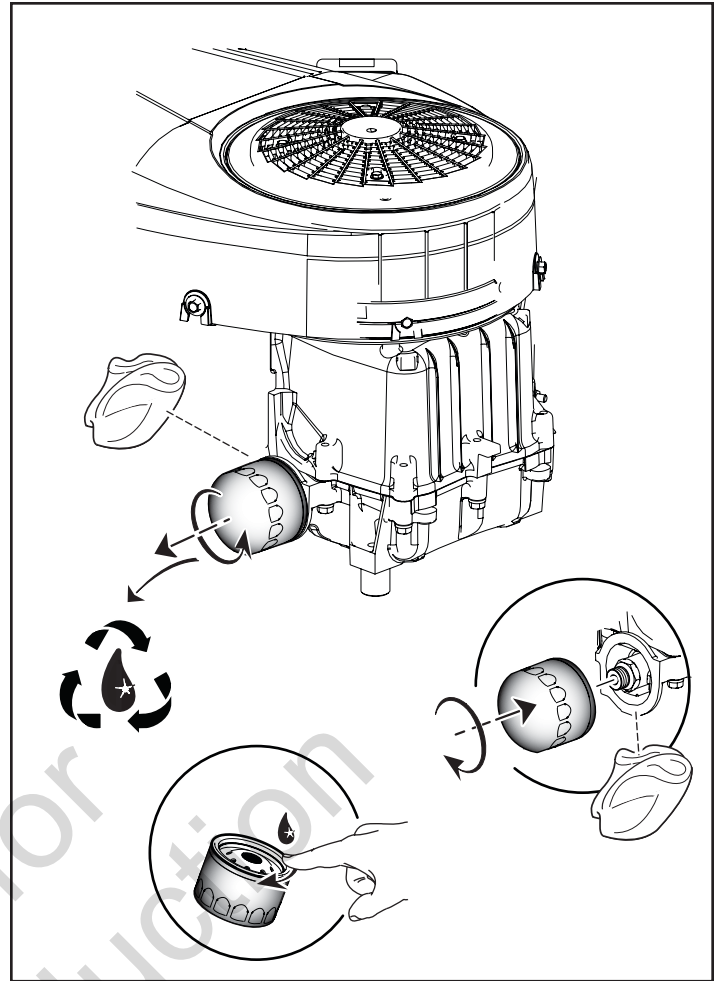

Figura 10
7. Lubrique ligeramente la junta del filtro de aceite con aceite limpio y fresco (véase Figura 10).